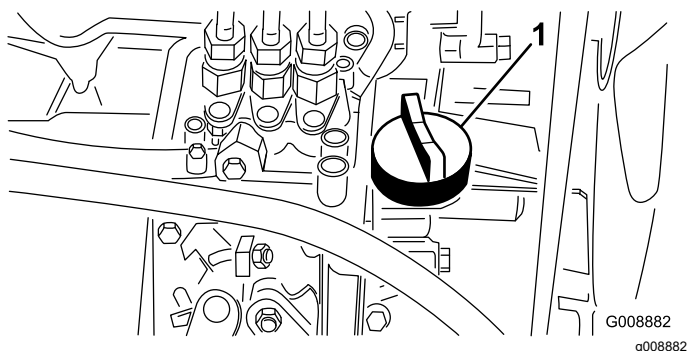

Figura 26
4. Se o nível do óleo for baixo, retire a tampa de enchimento (Figura 26) e adicione gradualmente pequenas quantidades de óleo, verificando constantemente o nível, até que este alcance a marca de cheio na vareta.